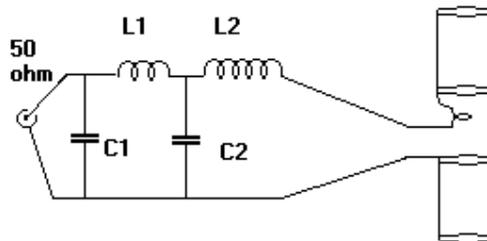

Figura 5: red de alimentación óptima de la antena EH
Una red que proveerá hábilmente esta transformación se compone de una red L seguida por una red T. Si escogemos que la red L transforme de  $50\Omega$  a  $25\Omega$ , habrá un retraso correspondiente de fase de  $45$  grados. Por lo tanto, esta cantidad de atraso de fase puede restarse de los  $178.5$  y da  $133.5$  grados, el valor de diseño necesario para la red T. Con esa información, usted puede ir al sitio de la web del Dr. Grant Bingaman ([www.qsl.net/km5kg](http://www.qsl.net/km5kg)) y fácilmente usar un programa para determinar los valores de componentes de la red. De esta manera, si usted intenta cualquier experimento, este programa es el mejor. Un esquema de la red se muestra en la figura 5. La red T está compuesta por dos bobinas y la red L de una. Nosotros hemos combinado la bobina de entrada de la red T con la bobina L de la red, así la red total se ha reducido a 2 bobinas. Para la mayoría de las implementaciones, yo uso una simple bobina con derivaciones, excepto la parte de L2 ubicada entre los elementos del dipolo. Hay dos (2) razones para esta bobinita (L2). Primero, si los cables de alimentación que van al dipolo están en fase adecuada para permitir irradiar, habrá radiación desde los cables de alimentación. Unas pocas espiras en la antena ocasionarán una diferencia de fase en los cables de alimentación y previenen la radiación desde ellos. Lo segundo, es concerniente al alto voltaje, que de esta manera es menor.